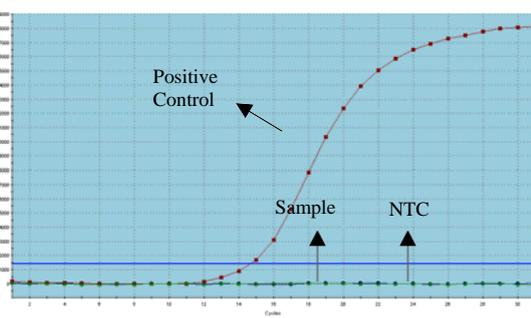

Figura 2 Curva de muestra con gen *BRAF* de tipo salvaje
- b) Si el valor de FAM Ct de la muestra es ≥ 28, la muestra se determina como negativa o debajo del límite de detección del kit (Figura 2).